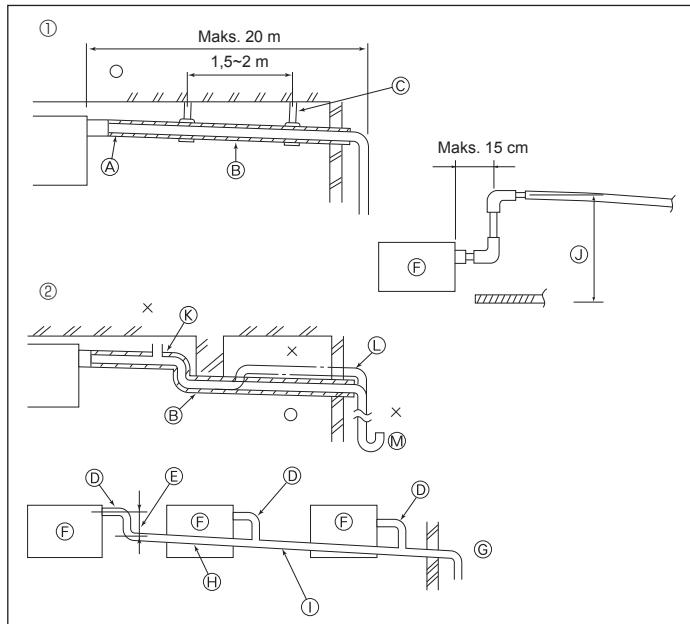

Fig. 3-4
3.4. Drenaj tesisatı işleri (Fig. 3-4)
- ① Doğru boro tesisatı
- ② Yanlış boro tesisatı